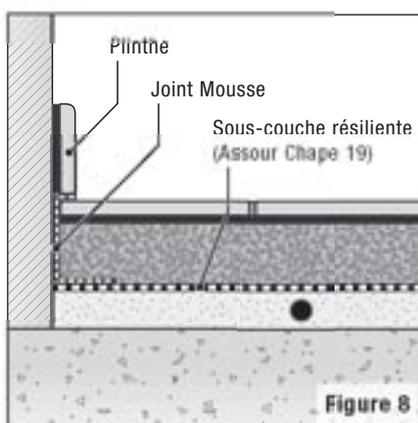

Figure 8
- Plinthes en carreaux de grès «droites», cf. figure 8